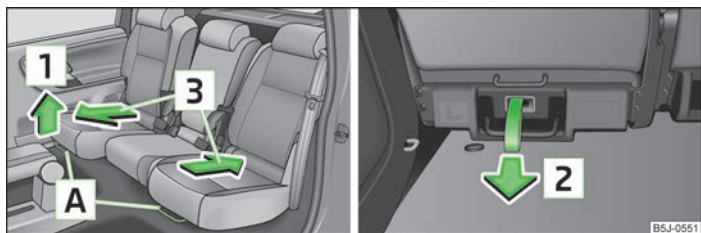

Fig. 38 Deblocarea față / spate
- Trageți maneta A » fig. 38 în sus în sensul săgeții 1 sau curelușa de deblocare în sensul săgeții 2 și deplasați scaunul în poziția dorită, în sensul săgeții 3.